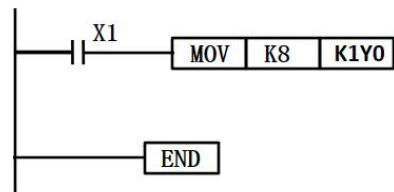

图 1-7
46. 如图 1-7 所示, 若闭合 X1, 线圈通电的继电器为 ( )